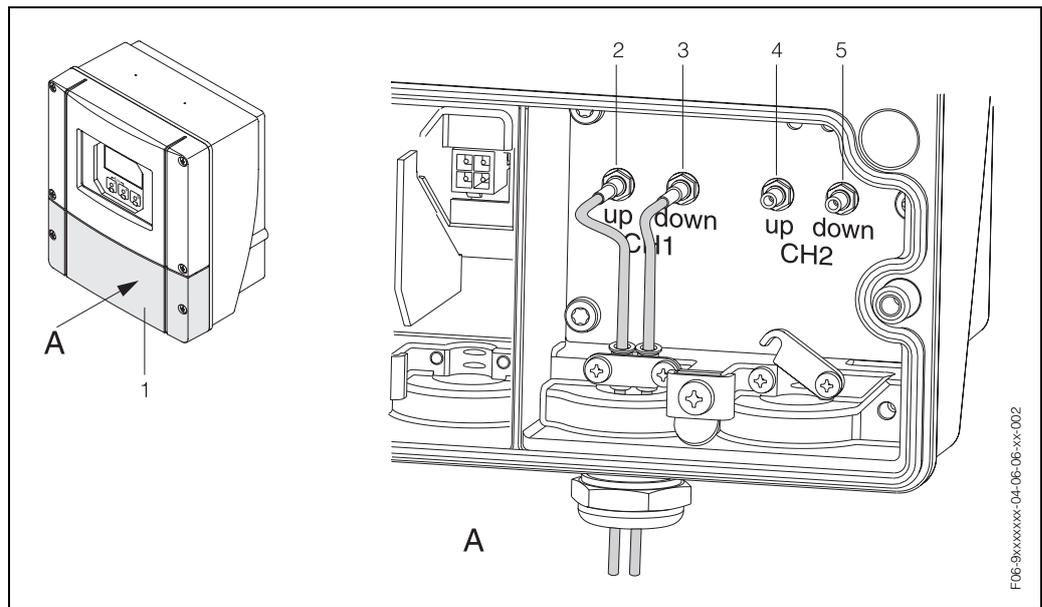

fig. 18: Raccordement du système de mesure
1. Transmetteur : Dévisser les vis et déposer le couvercle (position 1, fig. 18) du compartiment de raccordement.
3. Démontez l'entrée de câble spéciale, livrée avec les capteurs. Faire passer les deux câbles de liaison capteur par le couvercle (6) de l'entrée de câble dans le compartiment de raccordement.
4. Placer côte à côte les douilles de fixation (9) des deux câbles capteur (Détail B). Enfoncer les bornes de terre (10) et les visser. Ceci permet de garantir une parfaite mise à la terre.
5. Ecarter le joint caoutchouc (7) le long des perçages latéraux avec un outil adéquat, par ex. un gros tournevis, de manière à pouvoir coincer les deux câbles capteur. Pousser le joint caoutchouc dans le support de l'entrée de câble (8). Fermer de manière étanche l'entrée de câble (6).
6. Insérer le connecteur de câble capteur comme représenté dans la configuration en exemple fig. 18.
7. Transmetteur : Visser le couvercle (1) sur le compartiment de raccordement.